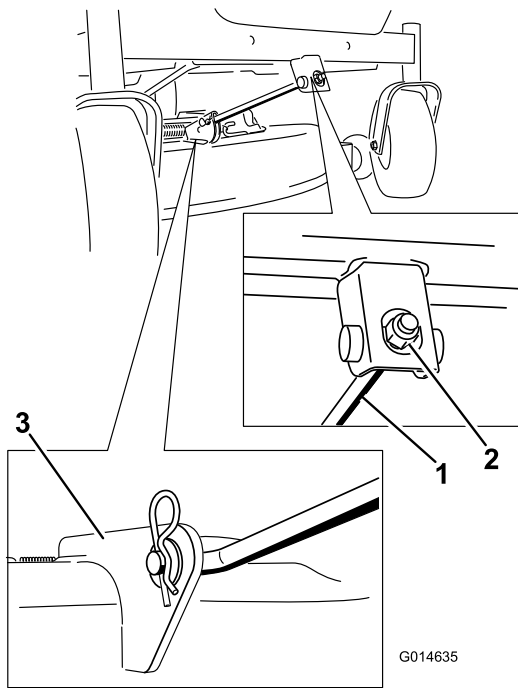

Figure 66
- Retirez la goupille fendue de la tige de support avant et déposez la tige du support de plateau (Figure 66).
6. Fixez la tige de support avant au plateau de coupe à l'aide de l'axe de chape et de la goupille fendue (Figure 66).